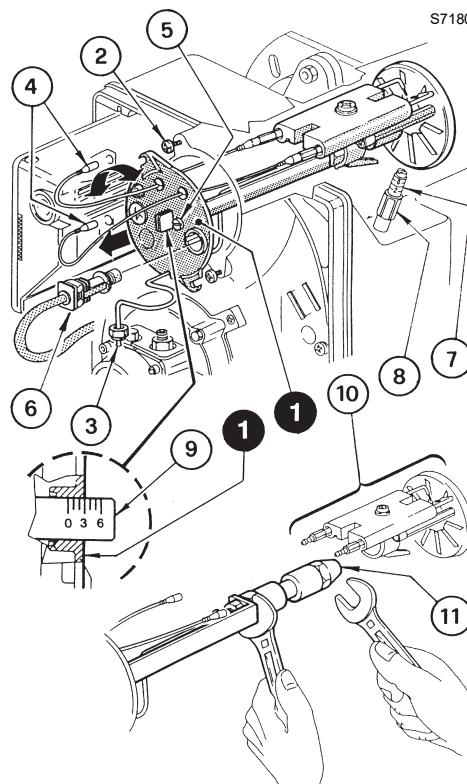
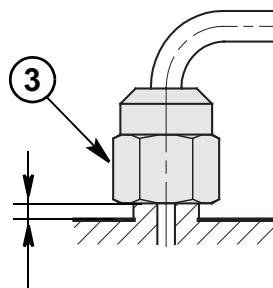
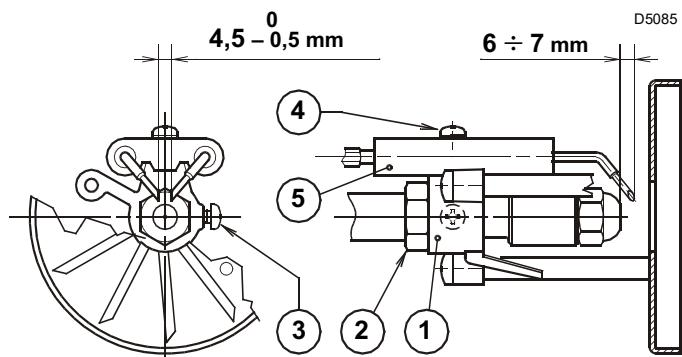

Fig. 13
Fig. 14
Fig. 15
- Sconnettere i cavi (4) dall'apparecchiatura e sfilare il sensore fiamma (6).
- Svitare il dado (3), allentare le viti (2) ed estrarre il gruppo portaugello (1) apportando una lieve rotazione verso destra.
- Sfilare i cavi (4) dagli elettrodi, svitare la vite (3, Fig. 15, a pag. 9) ed estrarre il gruppo supporto elica (10) dal gruppo portaugello (1).
- Sostituire l'ugello (11) e avvitarlo correttamente stringendolo come mostrato in Fig. 13.
Al rimontaggio del gruppo portaugello (1, Fig. 13, a pag. 8) **avvitare il dado (3)** **senza portare a battuta** con una coppia di serraggio di 15 Nm, come mostrato in Fig. 14.
- Per effettuare la regolazione della serranda aria procedere come segue (Fig. 13, a pag. 8):
- Allentare il dado (8) e tarare la serranda agendo sulla vite (7).
- A regolazione ultimata riavvitare il dado (8).
- Cambiare ugello, (Fig. 13, a pag. 8) e verificare il corretto posizionamento degli elettrodi (Fig. 15, a pag. 9).